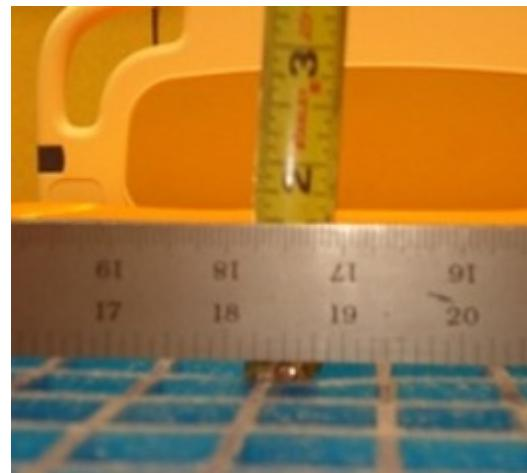

Figura 4-4: Mida la profundidad máxima
6. Con una cinta métrica, mida la profundidad máxima (punto más bajo) desde la parte inferior de la regla hasta la parte superior de la espuma (Figura 4-4 de la página 4-17).